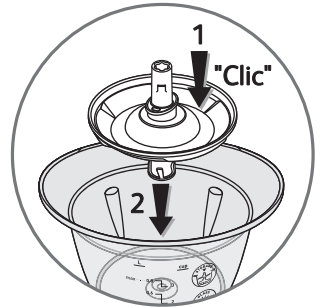

fig.D1
- 1 - Placez le disque émulsionneur (D) sur l'entraîneur (E). Le disque émulsionneur doit être correctement positionné jusqu'au clipsage sur l'entraîneur (fig. D1). Déposez l'ensemble dans le bol.